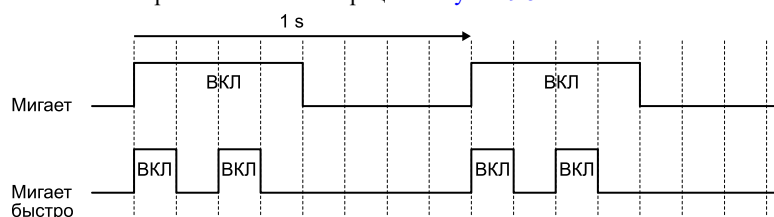

Рисунок 9.5 Состояния мигающего индикатора
*1 Отличие обычного мигания от быстрого см. на иллюстрации Рисунок 9.5.